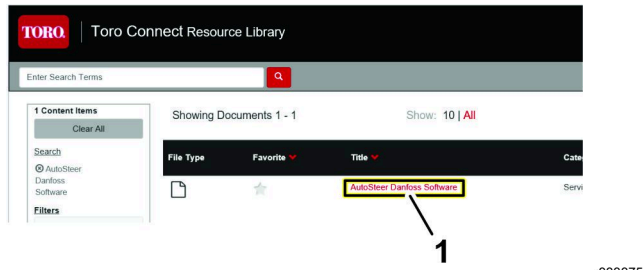

Figura 16
4. En la lista Mostrando documentos, haga doble clic en el enlace AutoSteer Danfoss Software) (Figura 16).